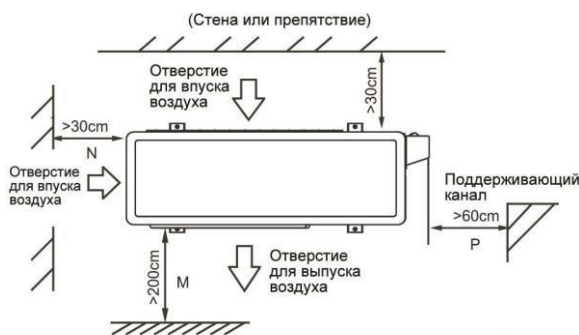

Fig. 6-4
- Минимальное расстояние между внешним блоком кондиционера и различными препятствиями, упомянутое выше, не относится к воздухонепроницаемой комнате. Необходимо оставлять открытыми два направления из возможных трех (см. Рис. 6-4).